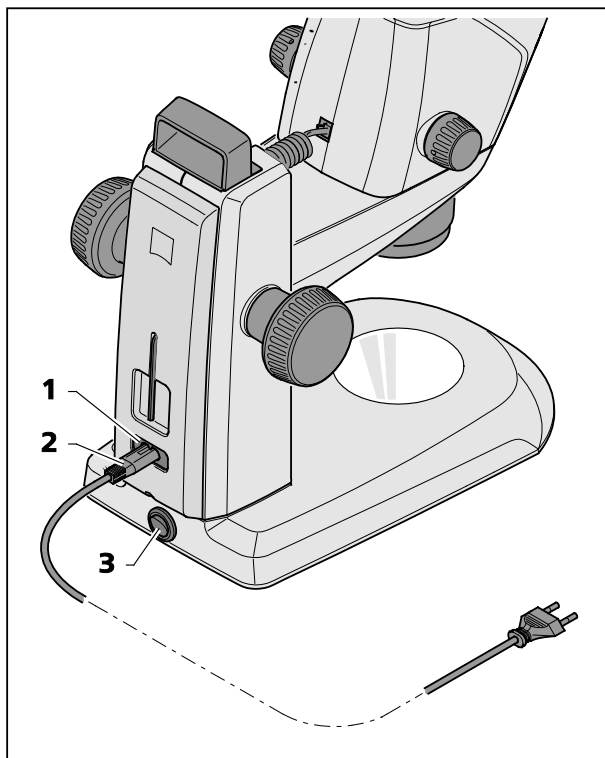

Fig. 5 Raccordement électrique du stéréomicroscope
- Branchez le cordon d'alimentation (Fig. 5/2) dans le connecteur femelle (Fig. 5/1) du statif.
- Branchez l'autre extrémité du cordon d'alimentation (Fig. 5/2) dans une prise de courant.
- Mettez le stéréomicroscope sous tension/hors tension avec l'interrupteur de secteur (Fig. 5/3).
- Mettez le stéréomicroscope sous tension conformément aux instructions de la section 3.3 en actionnant l'interrupteur de secteur (Fig. 5/3).